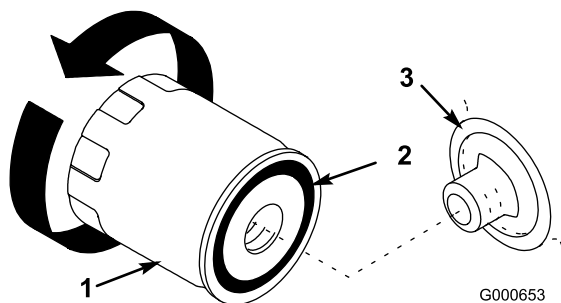

Figura 22
- Retire el filtro usado y limpie con un paño la superficie de la junta del adaptador del filtro (Figura 22).
- Aplice una capa fina de aceite nuevo a la junta de goma del filtro nuevo (Figura 22).
- Instale el filtro de aceite nuevo en el adaptador del filtro. Gire el filtro en el sentido de las agujas del reloj hasta que la junta de goma entre en contacto con el adaptador del filtro, luego apriete el filtro media vuelta más (Figura 22).